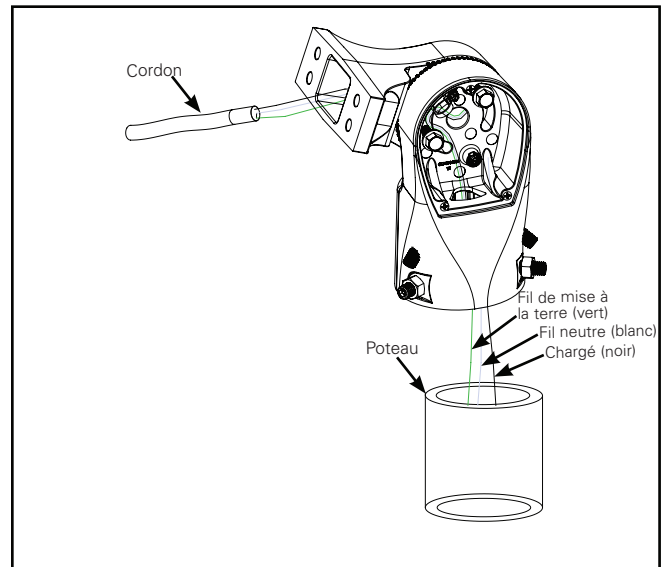

Figure 5.
1. Desserrez les trois (3) vis n° 8 pour enlever le couvercle d'accès du bras avec adaptateur d'emboîtement. Mettez-les de côté pour l'installation.
3. Tirez les fils d'alimentation par le haut du poteau ou de la tête de tenon. Soutenez le luminaire et abaissez-le sur le poteau en faisant passer les fils d'alimentation à travers la fente dans l'adaptateur d'emboîtement (fig. 5).